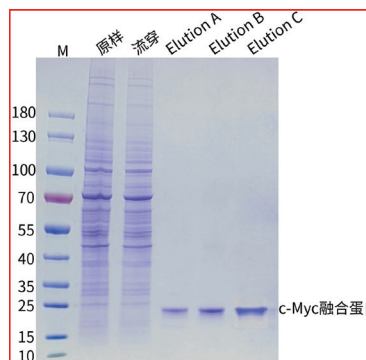

图3.Magneti-Q Myc标签蛋白纯化试剂盒纯化胞内蛋白的SDS-PAGE电泳图
- 5) 对洗脱产物进行 SDS-PAGE 电泳,结果请见图 3。